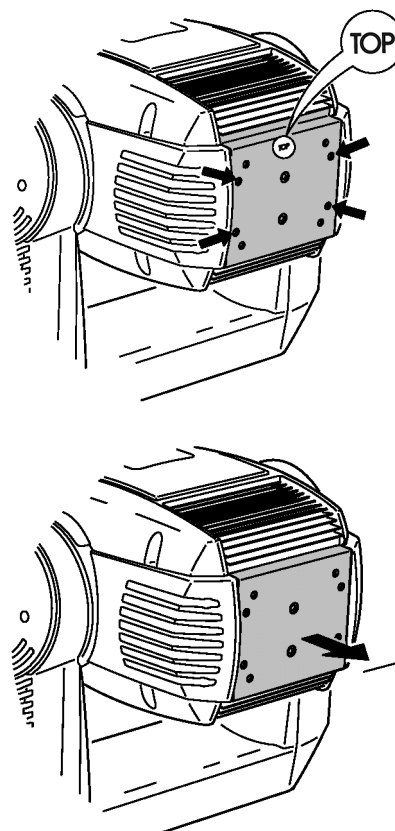

Figure 4 : accès à la lampe
- 2 Retirez les 4 loquets  $\frac{1}{4}$  de tour repérés par une flèche sur la figure 4. Retirez le support de lampe au maximum et laissez-le pendre.